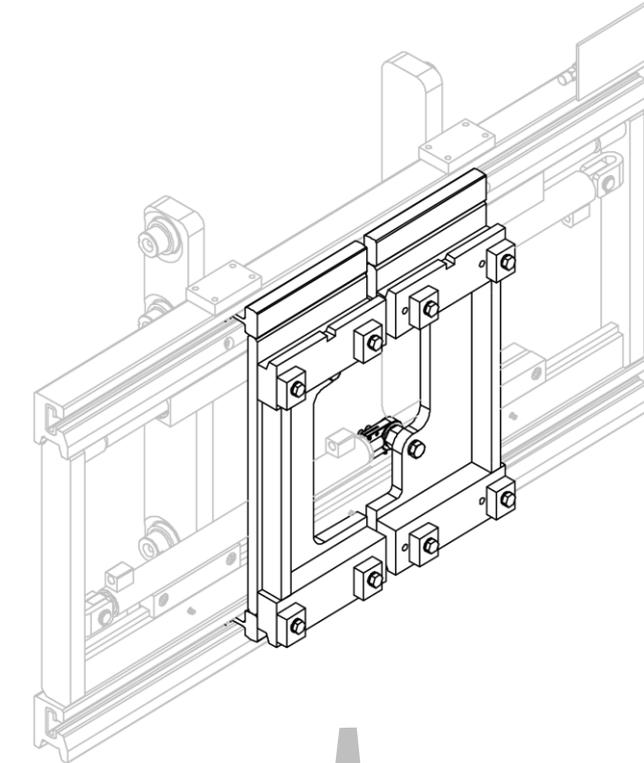
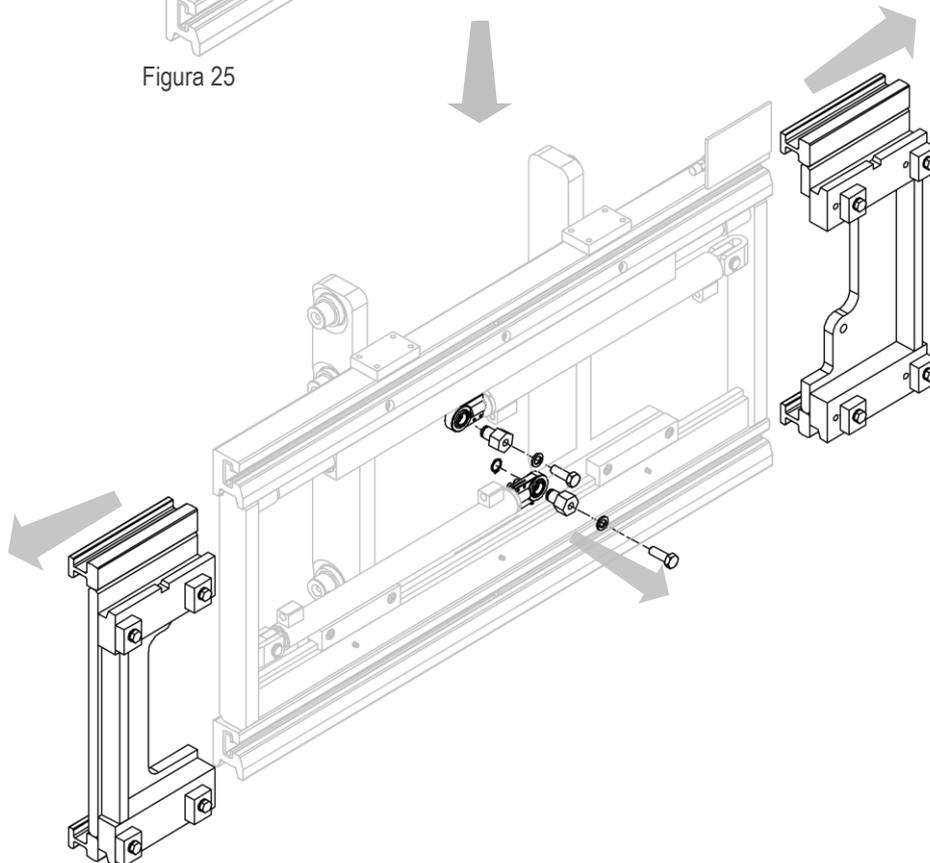

Figura 25
Figura 26
2. Rimuovere i foderi dopo aver rimosso i perni e le viti che li vincolano ai cilindri (vedi *Figura 25* e *Figura 26*).